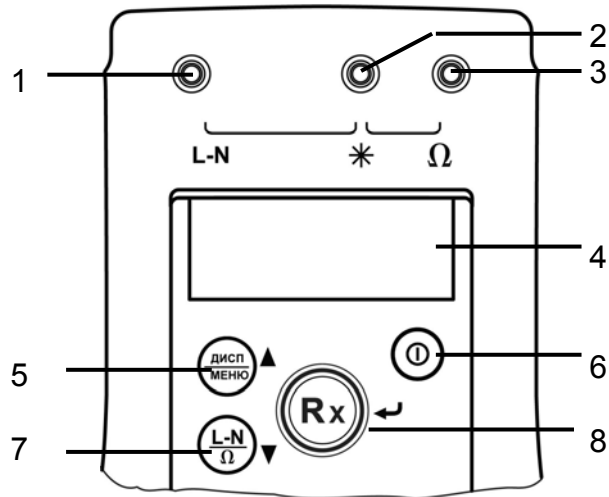
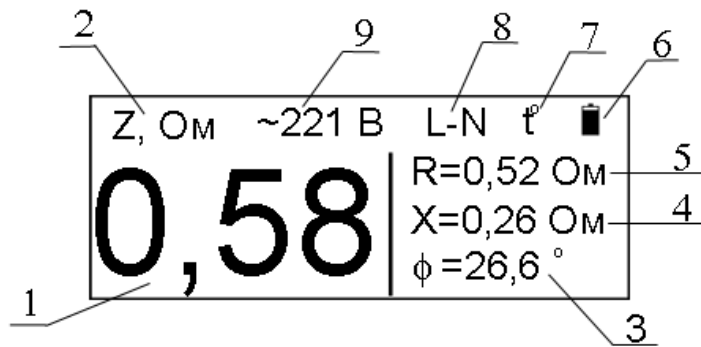
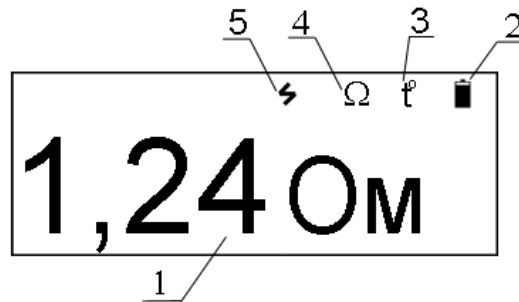
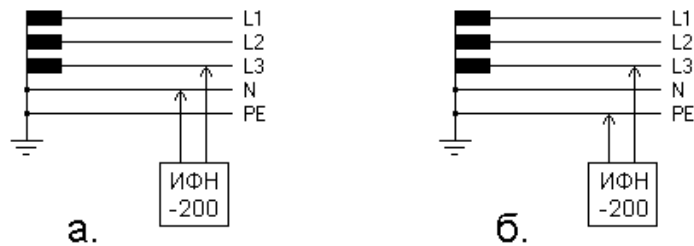

Рисунок 1.4.2 – Передняя панель
Рисунок 1.4.3 – Вид индикатора в режиме «фаза-нуль». Режим дисплея – полный.
Рисунок 1.4.5 – Вид индикатора в режиме «Омметр».
Рисунок 2.3.1
Включение и выключение прибора осуществляется нажатием кнопки «» (см. рисунок 1.4.2 позиция 3). После включения прибор производит восстановление режима работы и настроек, активных на момент последнего выключения.
Степень заряженности аккумулятора отображается на индикаторе условным символом в виде батарейки и определяется по величине её зачернённости (см. рисунок 1.4.3 символ 6). Символ «» соответствует полностью заряженной батарее, «» - разряженной.
Выбор режима «фаза-нуль» (измерение параметров петли «фаза-нуль») осуществляется нажатием кнопки «L-N/Ω/▼». При этом на индикаторе прибора отображается символ «L-N» (см. рисунок 1.4.3, символ 8).
Кабели измерительные должны быть соединены с прибором через гнезда «*» и «L-N» (см. рисунок 1.4.2). Свободные концы кабелей измерительных подключаются к исследуемой цепи «фаза-нуль» (см. рисунок 2.3.1.а, 2.3.1.б), параметры которой подлежат определению. При этом на индикаторе прибора индицируется действующее напряжение петли «фаза-нуль» (U) (см. рисунок 1.4.3, символ 9).
Для проведения измерения следует нажать кнопку «Rx/↵» (см. рисунок 1.4.2). При этом прибор производит проверку целостности цепи петли «фаза-нуль» малым током, не допуская работу с цепями сопротивлением более 1 кОм (о чем свидетельствует сообщение «Цепь повреждена!» на индикаторе прибора), после чего производит измерение.
В приборе имеется защита от перегрева измерительного резистора 10 Ом. Если его температура превысила верхний допустимый порог, на индикаторе высвечивается мигающий символ (см. рисунок 1.4.3 символ 7) и следующее измерение может быть произведено только после снижения его температуры до рабочей (исчезнет символ 7, рисунок 1.4.3).
Выбор режима «омметр» (измерение сопротивления постоянному току) осуществляется нажатием кнопки «L-N/Ω/▼». При этом на индикаторе прибора отображается символ «Ω» (см. рисунок 1.4.5, символ 4).
Кабели измерительные должны быть соединены с прибором через гнезда «*» и «Ω» (см. рисунок 1.4.2). Свободные концы кабелей измерительных подключаются к цепи, сопротивление которой подлежит измерению. Если на этом участке цепи присутствует напряжение амплитудой более 0,5 В, измерение не может быть произведено, о чем сигнализирует соответствующий символ (см. рисунок 1.4.5 символ 5).
Для проведения измерения следует нажать кнопку «Rx/↵» (см. рисунок 1.4.2). Результат измерения, с учетом сопротивления кабелей измерительных, индицируется на индикаторе (см. рисунок 1.4.5 символ 1).